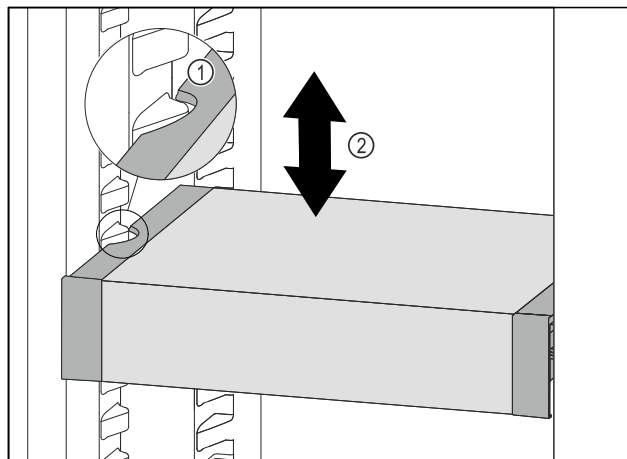

Fig. 133
- ▶ Tõmmake VarioSafe'i ettepoole, kuni VarioSafe'i külgmised väljalõiked asuvad jahutusosas anumariibi kõrgusel. Fig. 133 (1)
- ▶ Liigutage VarioSafe'i jahutusosas ülespoole või allapoole, kuni on saavutatud soovitud kõrgus. Fig. 133 (2)